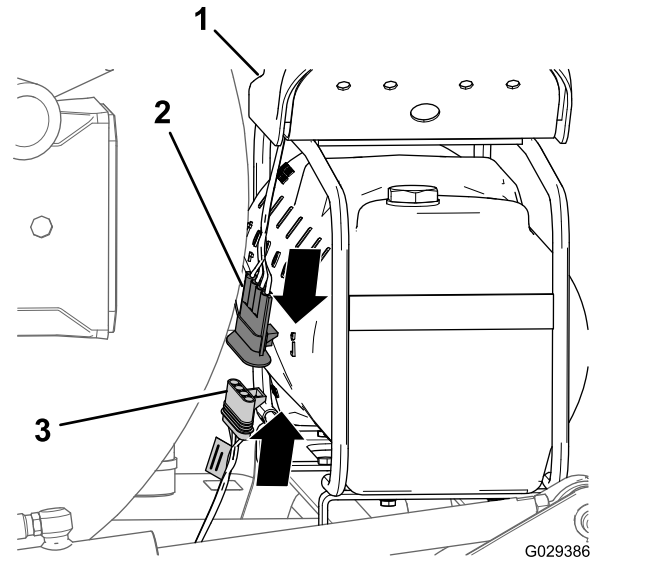

图 146
1. 在线束 236cm 支管的末端将完成套件线束的 4 插槽接头与压缩机线束的 4 针接头对齐图 146。
2. 将 4 针接头插入 4 插槽接头图 146。